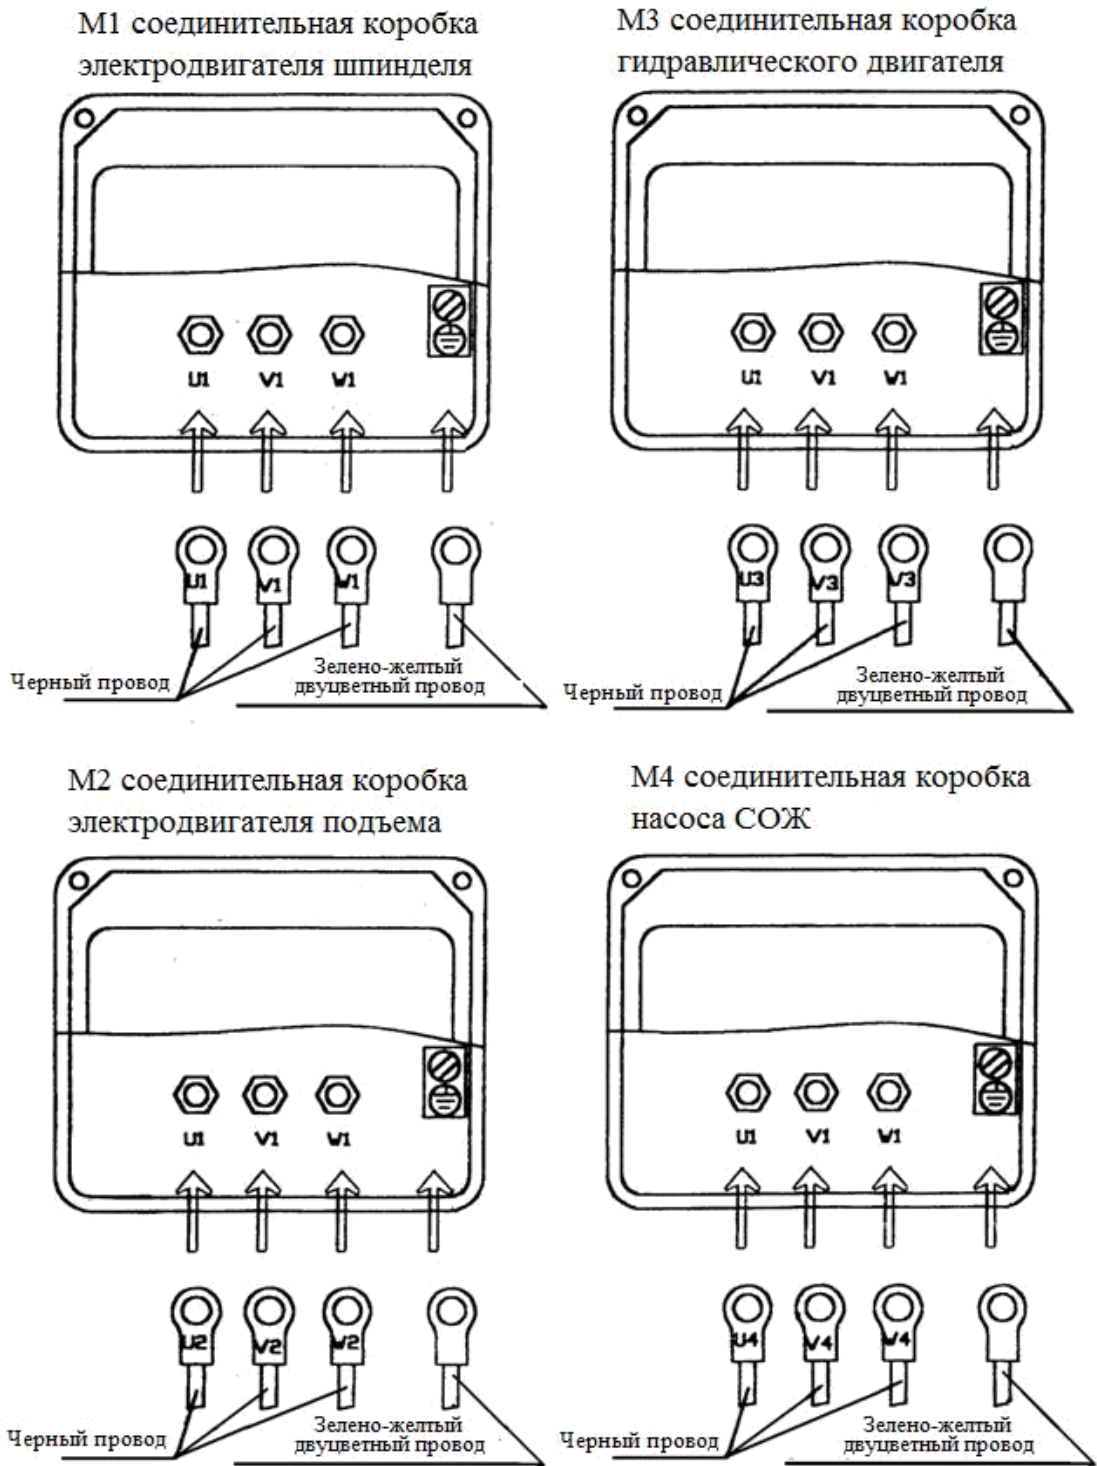

Рис. 2.5
Открыв коробку, сначала ослабьте гайку, которой привинчен рабочий стол и станина станка, после чего поверните рабочий стол на 90° в горизонтальной плоскости, затем переместите его к центру тяжести станка по продольным осям. Снова зафиксируйте рабочий стол на станине, наденьте стропы, разместите мягкие предметы между стропами и поверхностями станка, чтобы избежать повреждения поверхности, затем поднимите станок. (см. Рис. 2.5)
2.4.7.2 Установка двигателя гидравлического давления (см. Рис. 2.5): надлежащим образом установите двигатель и затяните винты, откройте соединительную коробку и подключите провода в соответствии с их номерами, закройте и затяните.
2.4.7.3 Установка основного двигателя (см. Рис. 2.5): надлежащим образом установите двигатель и затяните винты, откройте соединительную коробку и подключите провода в соответствии с их номерами, закройте и затяните.
2.4.7.4 Установка насоса СОЖ (Рис. 2.5): после установки двигателя и затяжки винтов, откройте соединительную коробку и подключите провода в соответствии с их номерами, закройте и затяните.